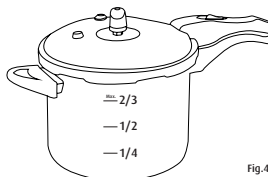

Fig.4
- b. Menos de 2/3 de la altura de la olla para alimentos que no aumenten su volumen, tales como carne de res o cerdo, verduras, etc. (Fig. 4).